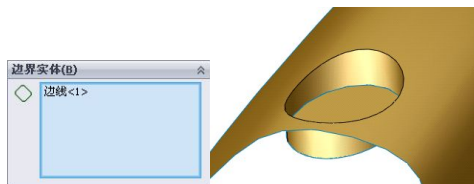

图 7-176 平面工具特征
(5) 单击【曲面】工具栏中的【平面工具】按钮,系统弹出【平面工具】属性管理器。在【边界实体】选项组中,在图形区域选择曲面的边线,单击【确定】按钮,生成剪裁曲面,如图7-176所示。